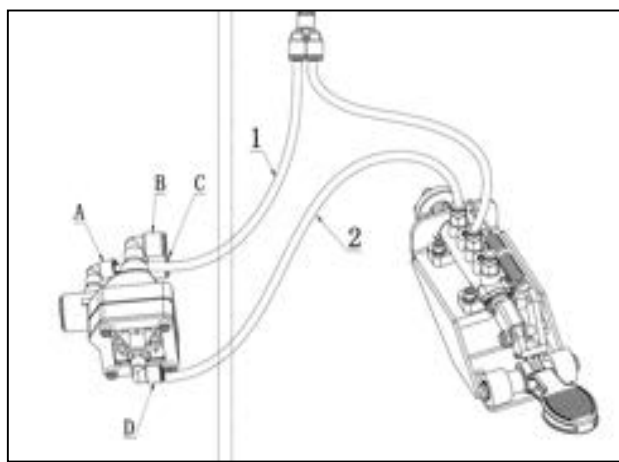

図5
- エアータンク下の排気弁(図 3-25)に 4 つのホースを接続します。2 つの 12mm ホースは、コネクタ (図 5-B と図 5-C) に任意に接続します。他の 2 つの 8mm ホースは、コネクタ (図 5-A と図 5-D)) に接続します。